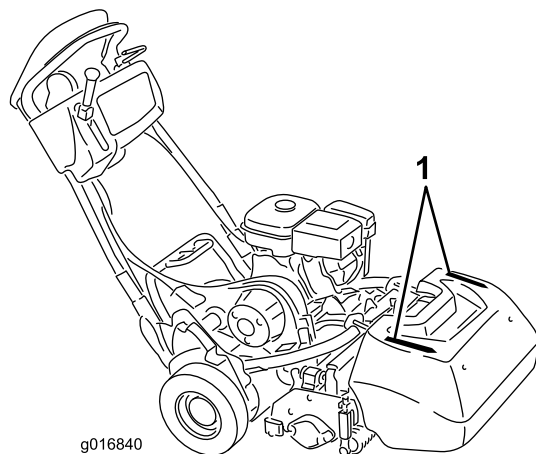

Figura 26
- Per realizzare una linea retta attraverso il green e mantenere la macchina equidistante dal bordo del taglio precedente, usate le strisce di allineamento previste sul cesto (Figura 26).